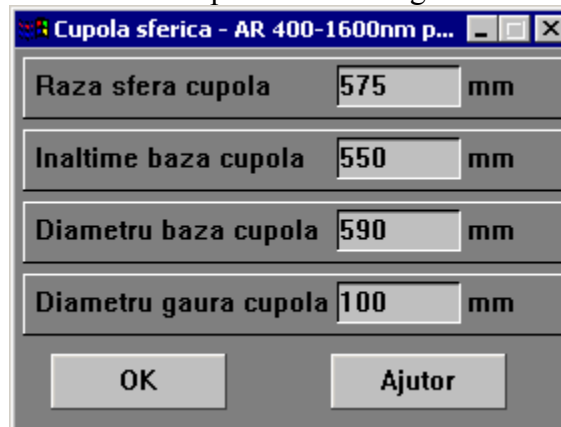

Fig. 6.3
**Geometria cupola sferica** - suportul pentru componente optice este o calota sferica. Fereastra pentru editare este reprezentata in Fig. 6.3